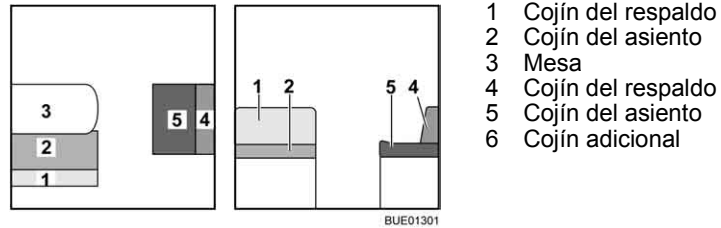
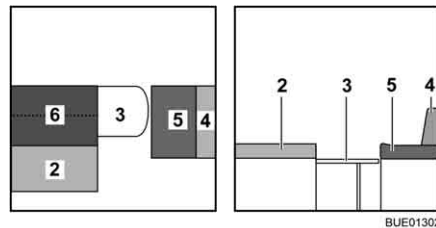

Fig. 128 Antes de la transformación
Fig. 129 Durante la transformación
- Transformar la mesa (Fig. 128,3) en base de cama (véase apartado 6.11).
- Quitar el cojín del respaldo (Fig. 128,1) y ponerlo a un lado.
- ▷ Según el modelo, podrá utilizarse el cojín del respaldo (Fig. 128,1) en lugar del cojín adicional (Fig. 129,6).
- Desplegar el cojín adicional (Fig. 129,6) y colocarlo en la mesa.